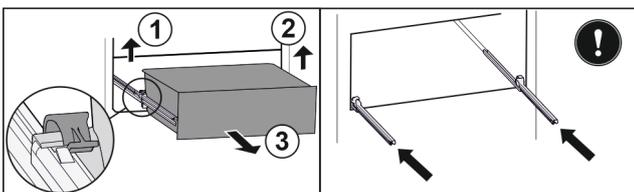

Fig. 20
- ▶ Linke Klemme anheben und gleichzeitig Schubfach links nach vorne ziehen. Fig. 20 (1)
- ▶ Rechte Klemme anheben und gleichzeitig Schubfach rechts nach vorne ziehen. Fig. 20 (2)
- ▶ Schubfach nach vorne entnehmen. Fig. 20 (3)